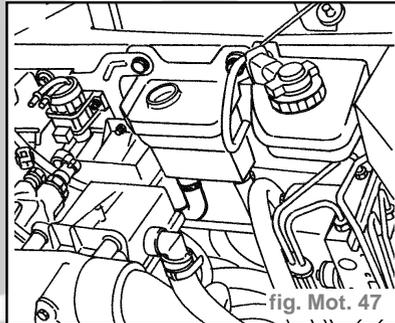

fig. Mot. 47
- Dévisser les vis fixant le vase d'expansion à la cloison et débrancher la tubulure représentée (fig. Mot. 47).